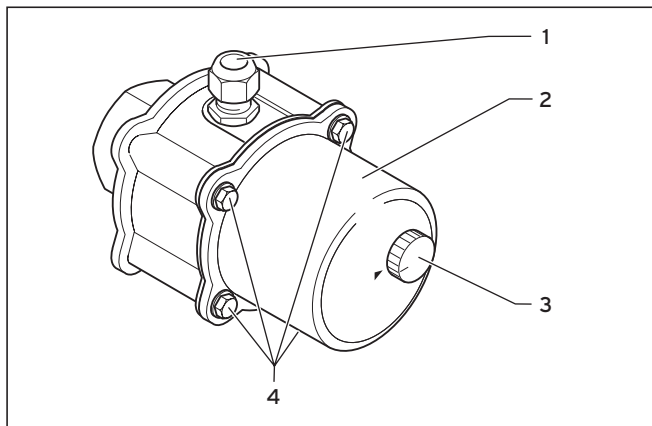

Рис. 6.1 Установка ТЭНа
Соблюдайте следующий порядок действий (смотри рис. 6.1 - 6.3):
- Снимите ручку настройки (3, рис. 6.1).
- Ослабьте 4 болта с шестигранной головкой (4, рис. 6.1).
- Снимите крышку корпуса (2, рис. 6.1).
- Вдавите тепловой предохранитель (7).